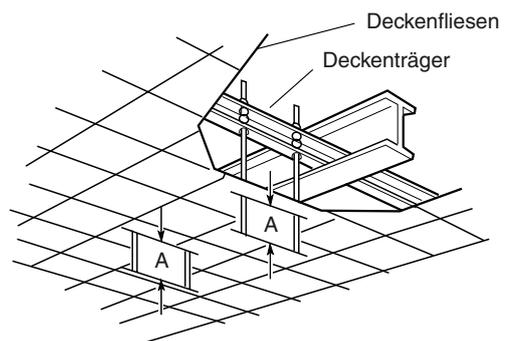

Abb. 3-122
- b) Die bereits vorhandenen Deckenstützen verwenden bzw. eine geeignete Stütze herstellen, wie in Abb. 3-122 gezeigt.